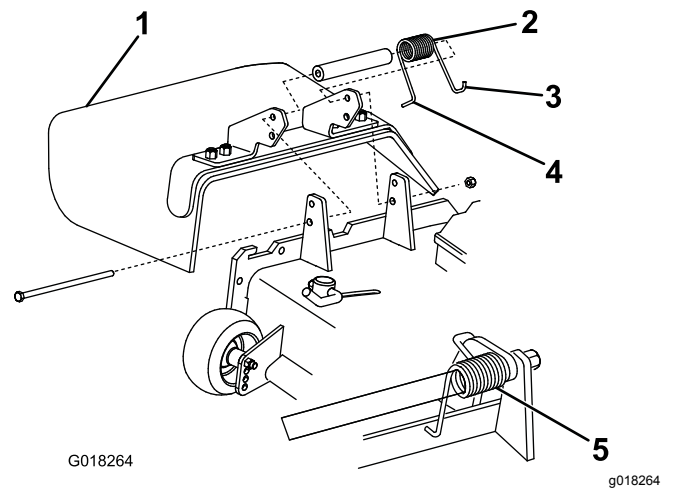

Figura 3
3. Infilate l'estremità destra a J della molla attorno al deflettore di sfalcio (Figura 3).